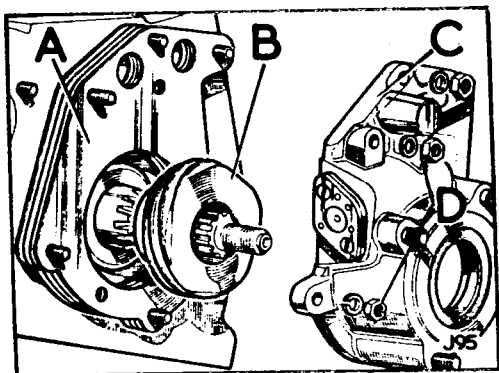

Fig. C1-22 Conjunto del mando del velocímetro
- 1.2. Desmontar las tuercas de fijación, D (Fig. C1-22) y retirar la caja completa, C, con los suplementos, A, y el piñón, B.
- 2.1. Efectuar el montaje en orden inverso, apretando las tuercas de fijación, D - - - (Fig. C1-22) de la caja del velocímetro a una tensión de 1.3 á 1.8 mkg.